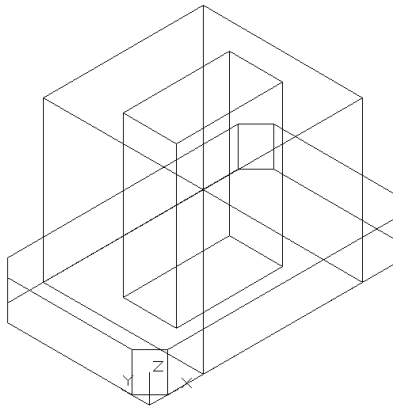

Рисунок 1.7 – Побудовані фаски нижньої основи
9) Добудувати всі фаски нижньої основи (рис. 1.7)